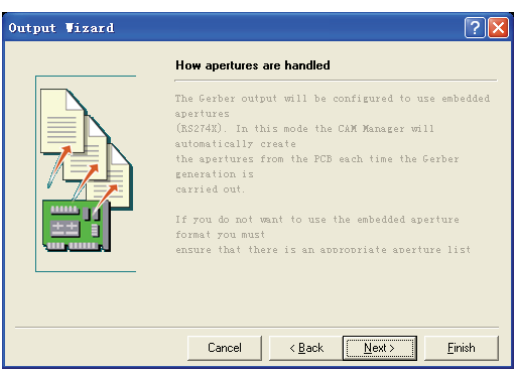

图 6-116 Gerber 文件的描述
3) 单击“Next”按钮，系统弹出如图 6-116 所示的对话框，此对话框描述了 Gerber 文件如何处理孔，并显示其使用的是 RS-274-X 格式的 Gerber 文件。